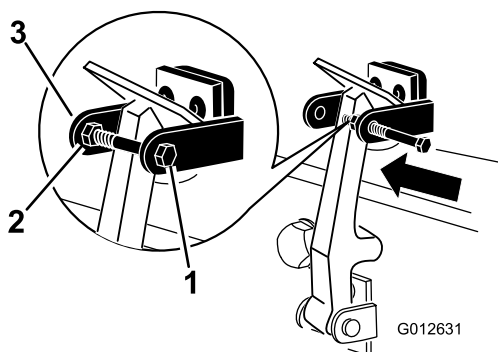

Figura 6
7. Avvitare il bullone nell'altro braccio della staffa di chiusura del cofano per fissare il fermo in posizione (Figura 6). Serrare accuratamente il bullone ma non serrare il dado.